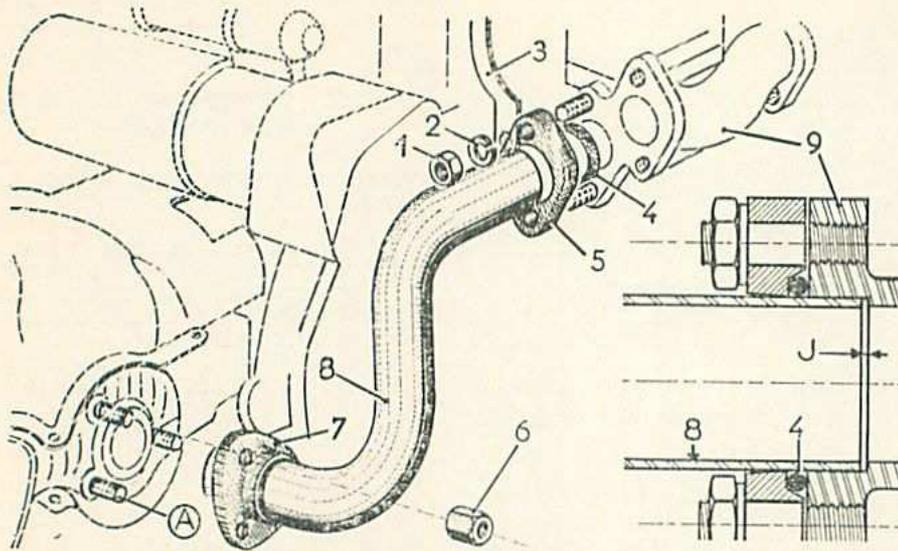

Fig. 24. — Assemblage d'une tubulure admission.
- Vérifier l'état du joint (4) (fig. 24). S'il est mou et mat, le remplacer.
- Présenter la bague-joint (4) dans la gorge de la bride support (5) et vérifier si elle dépasse le plan de joint de 0,5 mm minimum.
- La rectifier en conséquence, sans toutefois, que le jeu (J) (fig. 24) dépasse 1 mm.
- L'ajustage de la tubulure d'admission terminé, la dégager de l'orifice du cylindre et de l'embrèvement sur tubulure centrale d'admission, puis poser successivement sur elle la bride (7), la prise d'air de chauffage, la bride support de joint (5) et la bague-joint (4).
- Placer la bride d'admission (7) poser les écrous (6) et bloquer.
- Placer la bride support (5) munie du joint (4) sur les goujons de la tubulure centrale, puis l'arc-boutant (3) du filtre à air. Poser les rondelles (2) et les écrous (1), bloquer, en veillant à ce que le joint (4) ne soit pas pincé entre la bride support de joint et la tubulure centrale.
- Le levier étant positionné, poser la vis et l'écrou (K) (fig. 24, 4e partie), bloquer ce dernier à  $1,2 \pm 0,2$  m. kg.
- Amener le levier de débrayage vers l'avant, et, à l'aide d'une pince, introduire l'embout de câble dans la butée. Poser la goupille et le ressort (Y) sur le levier de débrayage, puis dans son embrèvement sur l'entretoise moteur-boîte de vitesses.